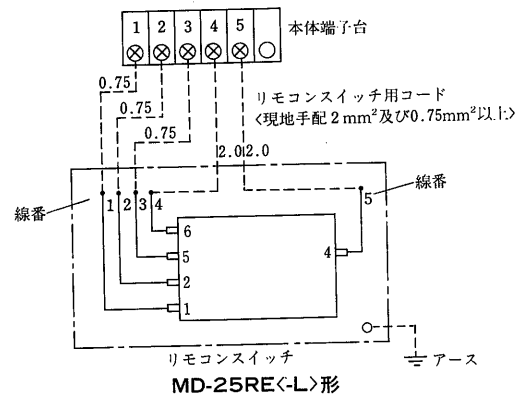
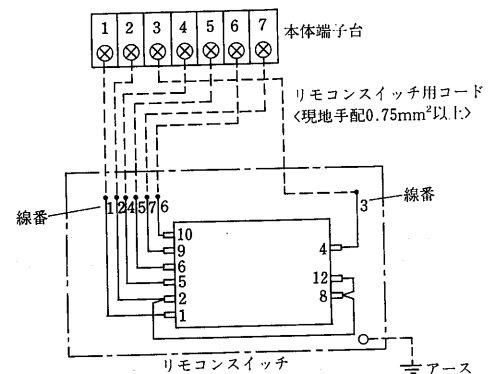

図2
図3
- リモコンスイッチ用コードは、0.75mm2及び2.0mm2コードをご使用ください。<図2, 図3, 図4参照>